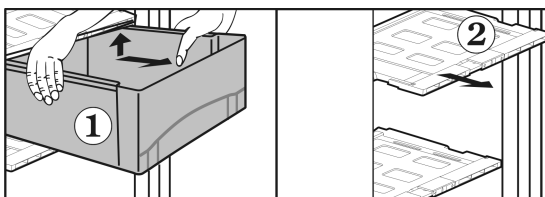

Fig. 16
- Vetolaatikot Fig. 16 (1) vedetään ulos ääriasentoon.
- Vetolaatikon kansi Fig. 16 (2) (sis. kosteussäätimen) vapautetaan lukituksesta nostamalla sitä ylöspäin ja vetämällä se sitten ulos itsen päin.